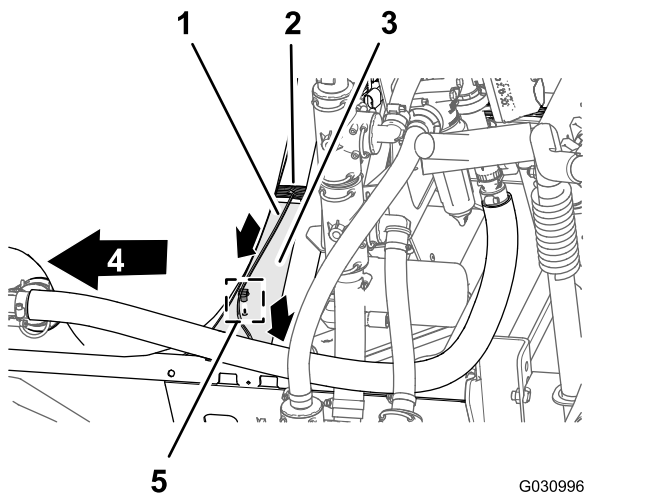

Figure 100
1. Acheminez la branche de 86 cm du faisceau pour le solénoïde de pompe de pulvérisation transversalement au sommet du profilé du cadre du pulvérisateur et vers le bas en direction du solénoïde de la pompe (Figure 100).
- Insérez la fixation à pression de la branche de 86 cm dans le trou sur le profilé de cadre du pulvérisateur (Figure 100).